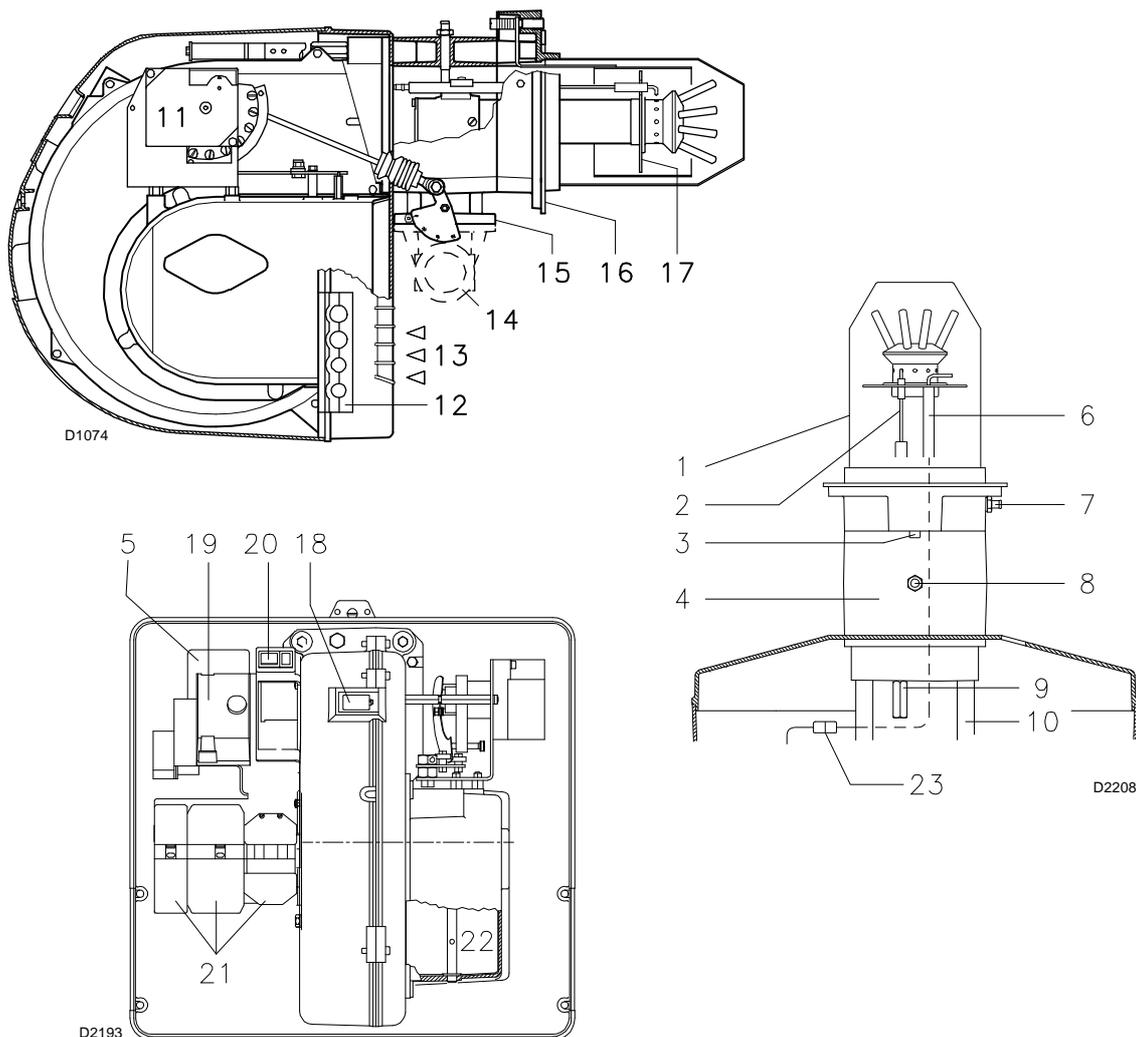

Fig. 6
► l'accensione del pulsante dell'apparecchiatura 19)(Fig. 6) avverte che il bruciatore è in blocco. Per sbloccare premere il pulsante.